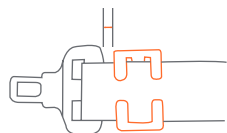

Fig. 42-3
- Asegure el cinturón del hombro al cinturón de regazo instalando el broche bloqueador a 1/2 pulg. de la hebilla como se muestra en la Fig. 42-3.